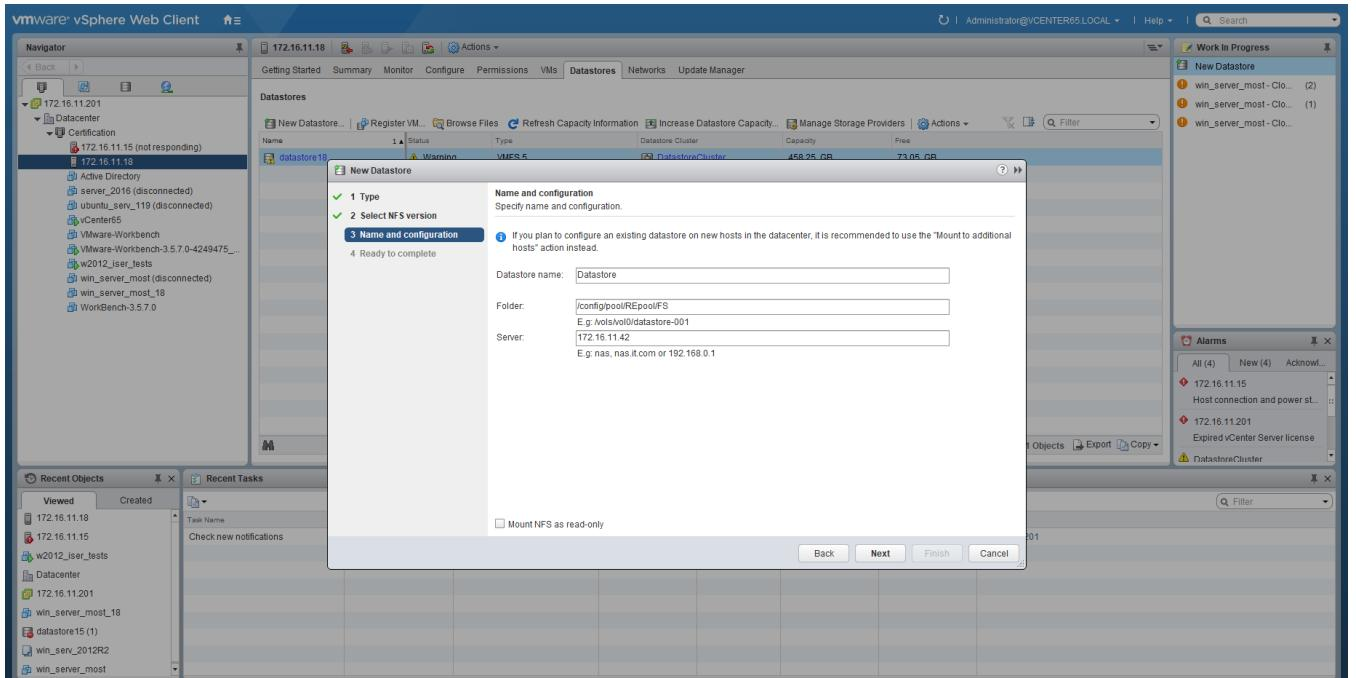

Рисунок 95 – Данные NFS папки
- 7) Ввести необходимые данные (см. Рисунок 95)